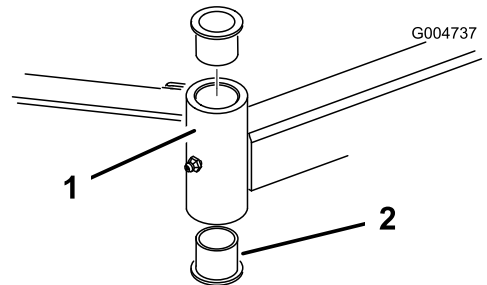

Figura 22
4. Inserite un punteruolo nella parte superiore o inferiore del tubo di fissaggio, e spingete la boccola fuori del tubo (Figura 22). Estraete dal tubo anche l'altra boccola. Pulite l'interno dei tubi di fissaggio.